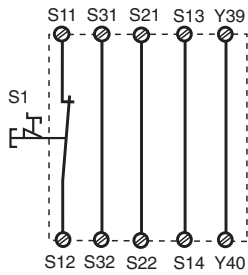
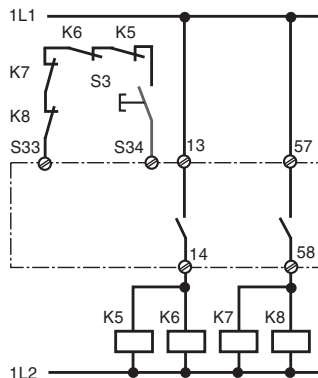

Fig. 2: Eingangskreis einkanalig, automat. Start/Single-channel input circuit, automatic reset/Commande par 1 canal, validation automatique
Fig. 11: wie Fig. 10 mit überwachtem Start/connection for contactors/relays and monitored reset/comme Fig. 10 avec surveillance du poussoir de validation
In Fig. 2 ... Fig. 11 sind Anschlussbeispiele für Not-Halt-Beschaltung mit automatischem und überwachtem Start, Schutztüransteuerungen sowie Kontaktvervielfachung durch externe Schütze dargestellt.
- Fig. 2 und 7: **keine** Verbindung S33-S34
In Fig. 2 ... Fig. 11 are connection examples for Emergency Stop wiring with automatic and monitored reset. Safety gate controls as well as contact expansion via external contactors.
- Fig. 2 and 7: S33-S34 **not** connected
Les figures 2 à 11 représentent les différents câblages possibles du PNOZ XV3.1P à savoir: poussoir AU avec réarmement automatique ou auto-côntrolé, interrupteurs de position et augmentation du nombre des contacts de sécurité par contacteurs externes.
- Fig. 2 et 7: **pas** de câblage sur S33-S34